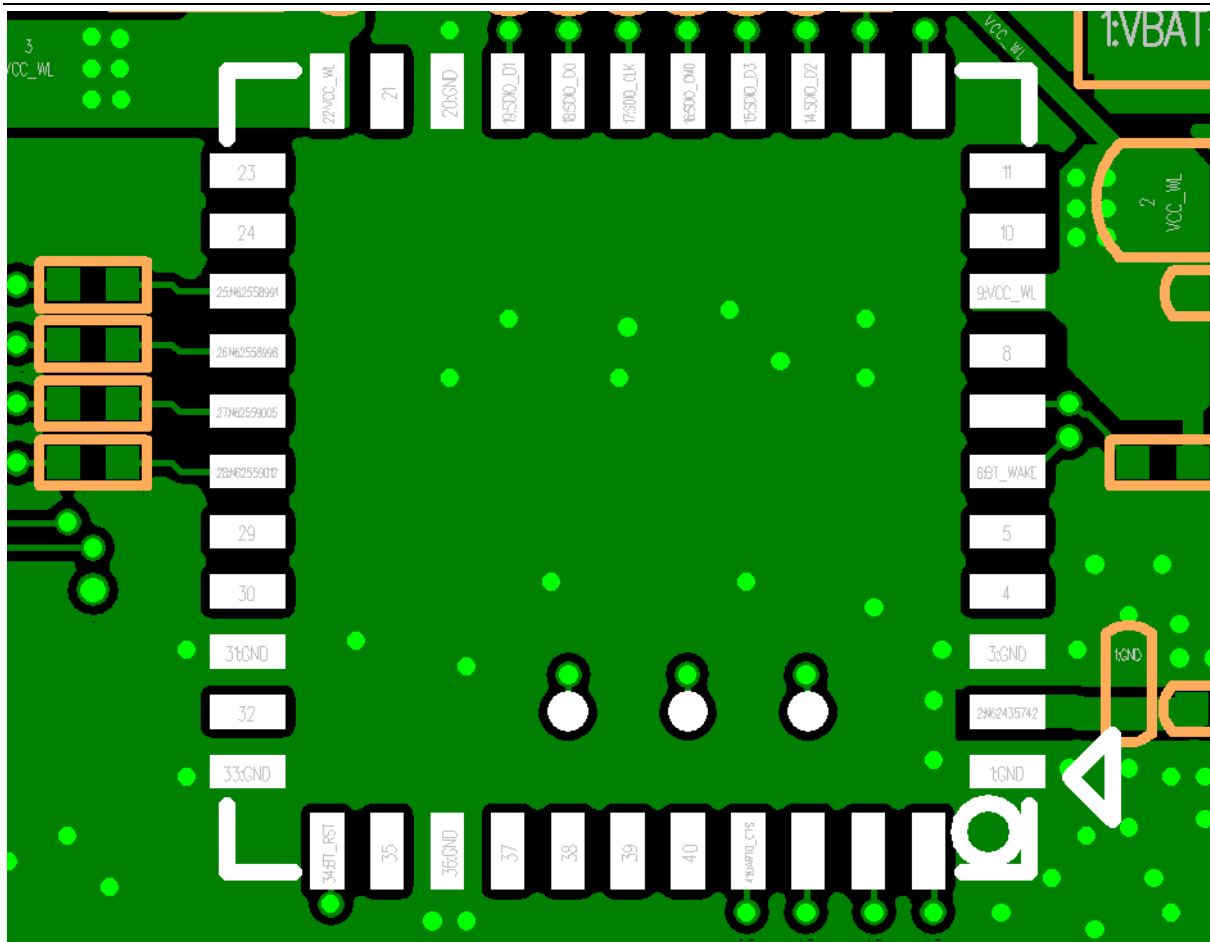

图22-6
- 模组下方第一层保持完整的地，不要有其他信号走线，如图22-6。